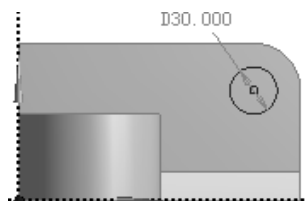

图 3.3.22 截面草图 Sketch4
(1) 绘制 Sketch4。在“草图绘制”工具条中的 XYPlane 下拉列表中选择 XYPlane 平面为草图平面，单击“New Sketch”按钮 ，绘制图 3.3.22 所示的截面草图。